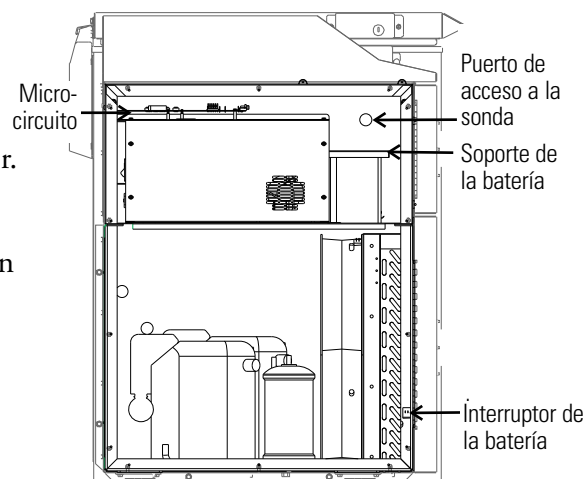

Figura 5-1. Ubicación del Interruptor y la batería
2. Ubique el interruptor de alimentación de la batería (Figura 5-1). Coloque el interruptor de alimentación de la batería en la posición OFF (O).
4. Retire los tres tornillos de seguridad del soporte de la batería. Consulte la Figura 5-1.